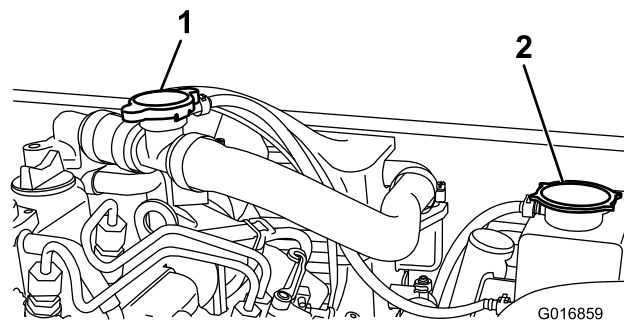

Рисунок 52
2. Снимите крышку заливной горловины (Рисунок 52) и залейте охлаждающую жидкость.
3. Установите на место крышку заливной горловины и снимите крышку расширительного бачка (Рисунок 52).
2. Снимите крышку расширительного бачка радиатора (Рисунок 52).